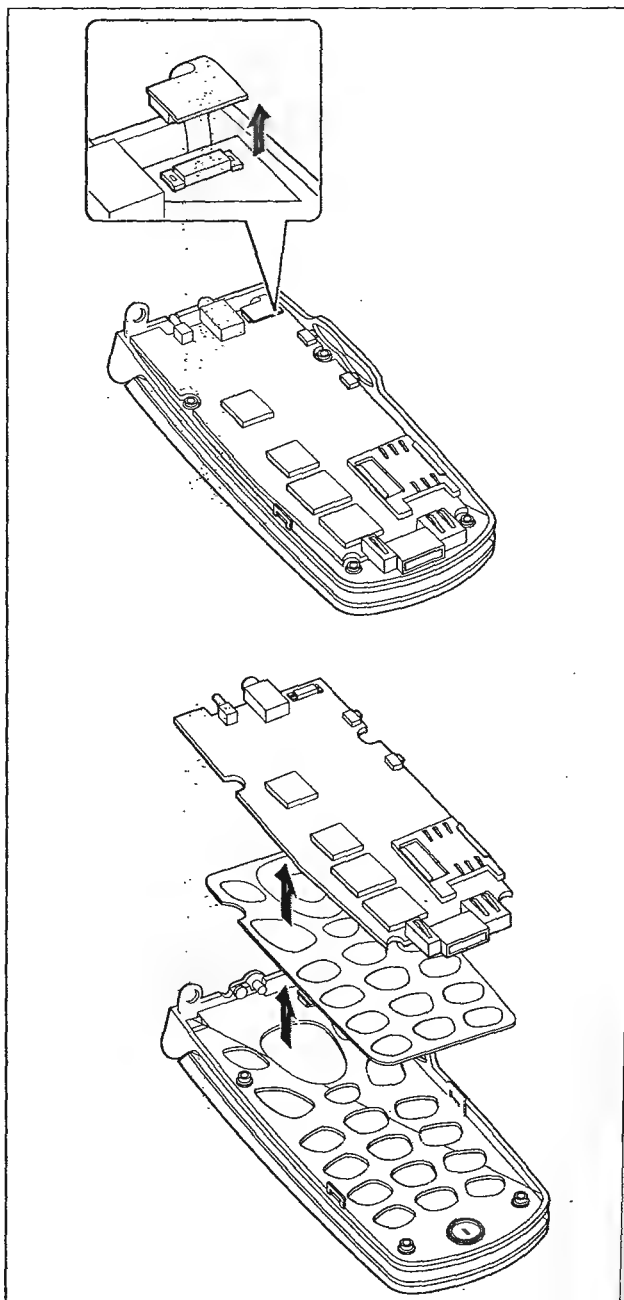

Рис. 2.8
- для освобождения печатной платы снимают пластмассовую защелку (рис. 2.8), и снимают плату и резиновую клавиатуру;